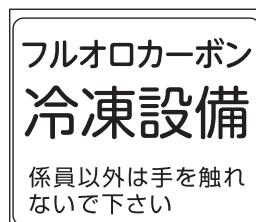

図20：警戒票
- 室外ユニットに付属されている警戒票（図20）を、室外ユニットの見やすい所へ貼り付けてください。